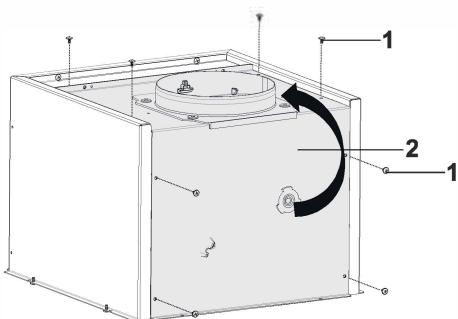

Fig. 38
2. ➔ Skift retning på det dæksel til motorboks, som du har fjernet, og fastgør det til motorboksen med 3,5x6,5 RYSB solide skrue (Fig. 38).